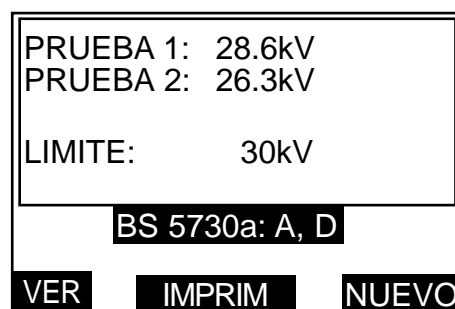

Figura 91. Pantalla de visualización de los resultados BS7530a.
Pulsando la tecla izquierda etiquetada VER, se cambia la mitad superior de la visualización para mostrar las tensiones de ruptura junto con la tensión límite de paso. La pantalla será parecida a la figura 91.
14. Al terminarse la(s) prueba(s) (es posible que se hayan realizado 1, 2 ó 3 pruebas), se visualizará el correspondiente mensaje PASO o FALLO. Pulsando la tecla derecha etiquetada NUEVO se vuelve a la pantalla de visualización de selección de CATEGORIA DE EQUIPO. Si se pulsa la tecla izquierda etiquetada VER, se cambia la mitad superior de la pantalla para listar la(s) tensión(es) de ruptura junto con la tensión límite de paso. La pantalla será parecida a la figura 91.